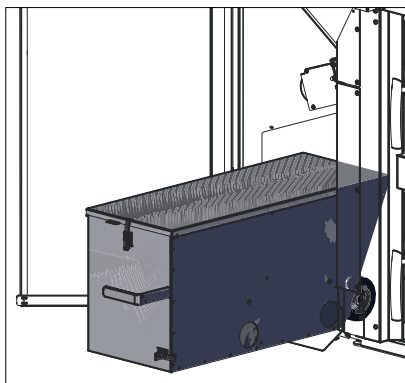

Fig. 33 Spingere il contenitore cenere leggermente verso sinistra ed estrarlo
- ▶ Spingere il contenitore cenere leggermente verso sinistra ed estrarlo – Fig. 33.